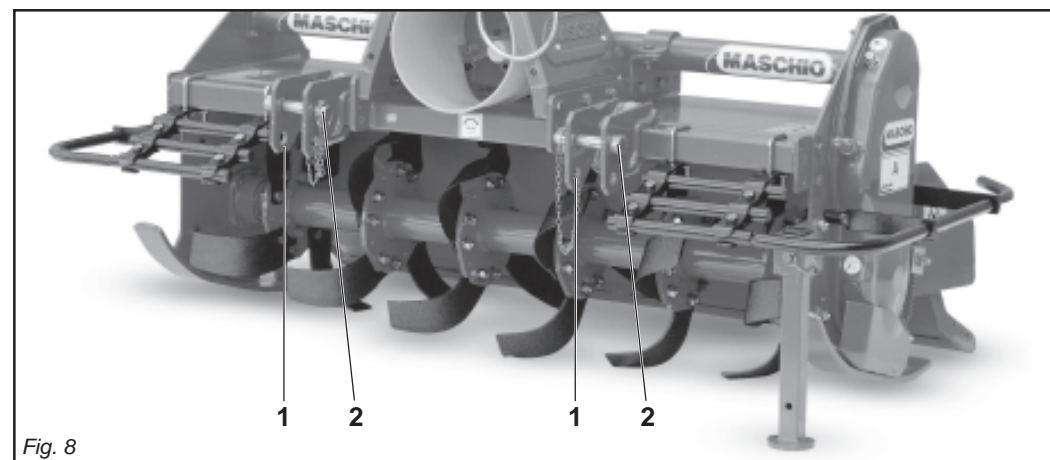

Fig. 8
In base alle dimensioni specifiche di questi 2 tipi di attacchi dei trattori è necessario determinare la posizione più favorevole della macchina spostando opportunamente sul tubo quadro le piastre (1 Fig. 8) e inserendo i perni (2 Fig. 8) nei fori corrispondenti al giusto diametro delle parallele del trattore.
*Depending on the precise dimensions of these two types of hitches, find the best position for the machine by moving the plates (1 Fig. 8) along the square tubular and inserting the pin (2 Fig. 8) in the holes corresponding to the correct diameter for the tractor's parallel arms.*
En fonction des dimensions spécifiques de ces deux types d'attelages des tracteurs il faut déterminer la position la plus favorable de la machine en déplaçant, sur le tube carré, les plaques (1 Fig. 8) et introduire les axes (2 Fig. 8) dans les trous correspondant au bon diamètre des parallèles du tracteur.
*Der Anbau der Maschine am Schlepper erfolgt nur dann, wenn die Maschine am Boden steht, und zwar auf ebenem Gelände. Alle Maschinen können an jedem beliebigen Schlepper mit Universal-Dreipunktaufhängung der 1. und 2. Kategorie angebaut werden. Aufgrund der spezifischen Abmessungen dieser beiden Schlepperanschlüsse kann man die günstigste Position der Maschine festlegen, indem man die Platten (1 Abb. 8) auf dem Vierkantröhr verschiebt und die Bolzen (2 Abb. 8) in die entsprechenden Bohrungen mit dem richtigen Durchmesser auf dem Schleppergestänge einsteckt.*
En relación a las dimensiones específicas de estos dos tipos de enganche de los tractores hace falta determinar la posición más favorable de la máquina desplazando oportunamente en el tubo cuadrado las placas (1 Fig. 8) e introduciendo los pernos (2 Fig. 8) en los orificios correspondientes al correcto diámetro de las paralelas del tractor.
Le piastre (1 Fig. 8) vanno montate sempre e solo come mostrato in Fig. 8 con i fori posizionati anteriormente al tubo quadro.
- 1) Accostare le parallele del sollevatore ponendole all'interno delle piastre (1 Fig. 8), inserire il perno (2 Fig. 8) nel foro predisposto e bloccare con le copiglie a scatto.
*The plates (1 Fig. 8) must always and only be mounted as shown in Fig. 8 with the holes towards the front of the square tubular.*
- 1) *Near the lift bars, setting them in the most suitable plates (1 Fig. 8). Insert the pin (2 Fig. 8) into the relative hole and lock in place with the snap-in split pins.*
Les plaques (1 Fig. 8) doivent obligatoirement être montées comme illustré dans la Fig. 8 en utilisant les trous placés à l'avant du tube carré.
- 1) Approchez les barres du relevage en les plaçant à l'intérieur des plaques les plus appropriées (1 Fig. 8), introduisez l'axe (2 Fig. 8) dans le trou correspondant et bloquez par les goupilles à encastrement.
*Die Platten (1 Abb. 8) dürfen nur und ausschließlich so montiert werden, wie es in Abb. 8 gezeigt ist, nämlich mit den Bohrungen, die vor dem Vierkantrohr angeordnet sind. Der Hersteller haftet nicht für die Beschädigung der Maschine oder des Schleppers infolge der Nichtbeachtung dieser Angabe.*
- 1) *Die Lenker des Krafthebers annähern und in die am besten geeigneten Platten schieben (1 Abb. 8). Den Bolzen (2 Abb. 8) in das Loch stecken und mit dem einrastenden Splint blockieren.*
Las placas (1 Fig. 8) deben ser montadas siempre y solamente según lo indicado en la Fig. 8 con los orificios posicionados delante del tubo cuadrado. La firma constructora no es responsable de rupturas en la máquina o en el tractor originadas por falta de respeto de esta indicación.
- 1) Acercar las barras del elevador poniéndolas dentro de las placas más indicadas (1 Fig. 8), introducir el perno (2 Fig. 8) en el orificio y bloquear con los pasadores de resorte.